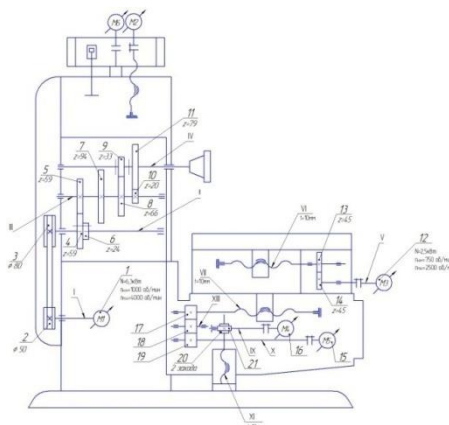

Рис. 1
- Запишите уравнение кинематического баланса цепи продольных подач станка. (Рис. 1)
- Запишите уравнение кинематического баланса цепи поперечных подач станка. (Рис. 1)
- График частот вращения станка (Рис. 1).
6. Какой принцип реализован при компоновке обрабатывающего центра? (См. рис. 1).